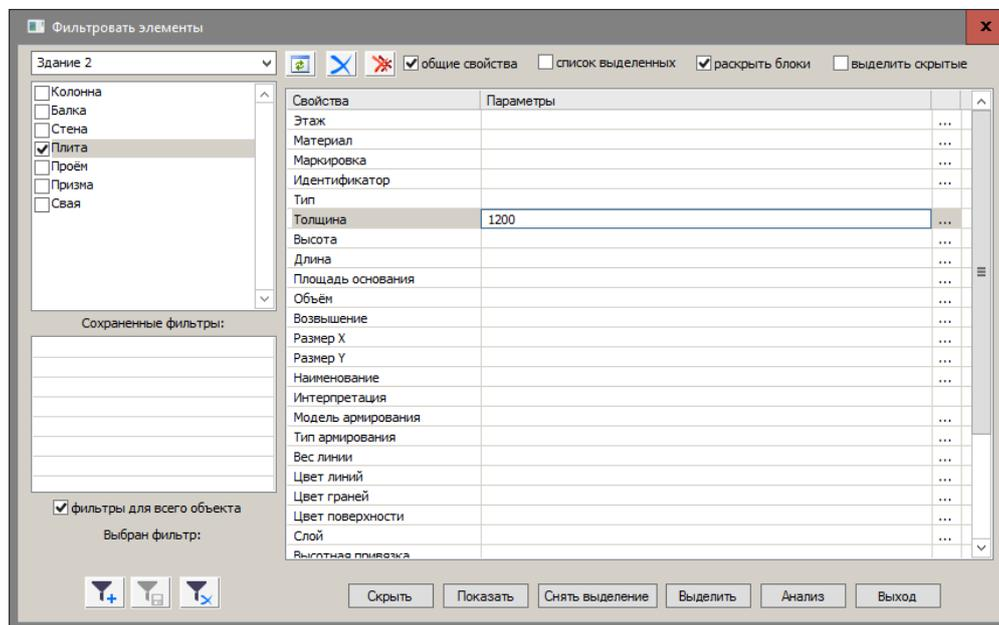

Рис.15.11. Диалоговое окно **Фильтровать элементы**
- Не снимая выделения с плиты, вызовите диалоговое окно **Фильтровать элементы** (рис.15.11) щелчком по кнопке  - **Фильтр** на панели инструментов **Визуализация**.